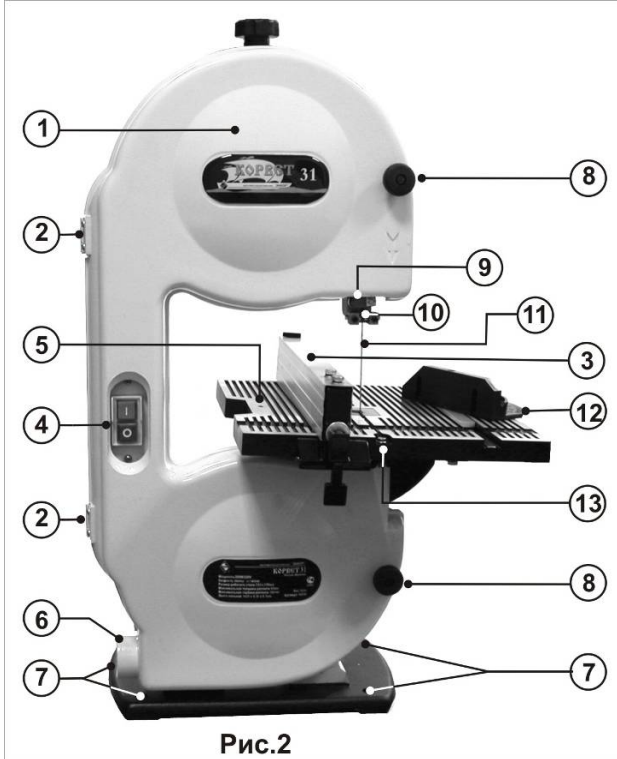
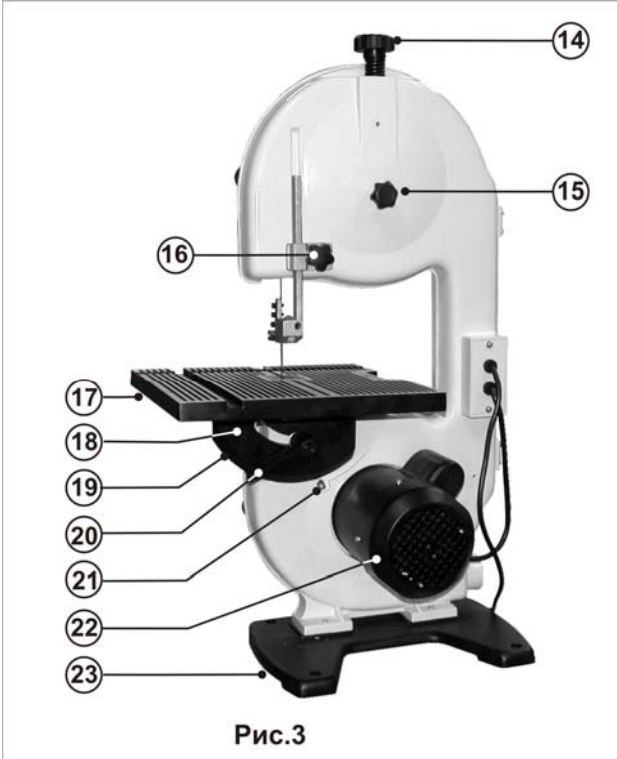
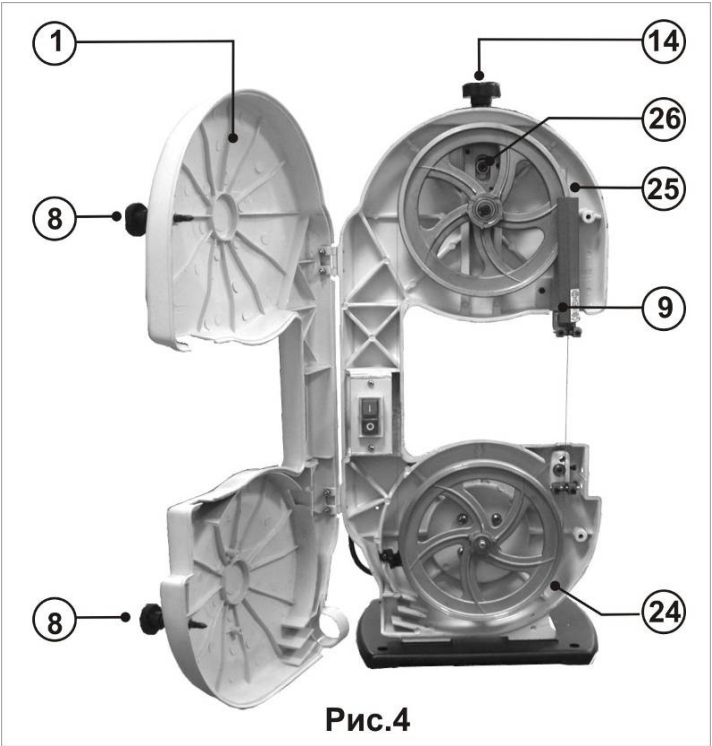

Рис.2
Рис.3
Рис.4
Пила состоит из следующих сборочных единиц и деталей (Рис.2, Рис.3):
12.2.7. При определившейся тенденции «ухода» пильной ленты (11) в сторону, необходимо обратить внимание на ее заточку и развод. Целесообразно проконтролировать позиции подшипника (27) и ограничителей (28), стабилизирующих траекторию движения пильной ленты (11) в рабочей зоне, проконтролировать устойчивость посадки ленты (11) на ведущем и направляющем колесах (24, 25) (Рис.4, Рис.5).
12.3. Пиление алюминия (Рис. 2 - 4)
13.1. Смена пильной ленты (Рис. 2)
13.2. Контроль подшипников (Рис. 2)
13.3. Уход за поверхностью колес (Рис. 2- 4)
8.1. Основание, несущий корпус и защитные ограждения (Рис. 2, 3)
8.2. Установка пильной ленты (Рис. 2, Рис. 3, Рис. 4)
8.3. Привод ленты (Рис. 2, Рис. 3, Рис. 4)
11.1. Пуск и остановка пилы (Рис.2, Рис.3, Рис.4)